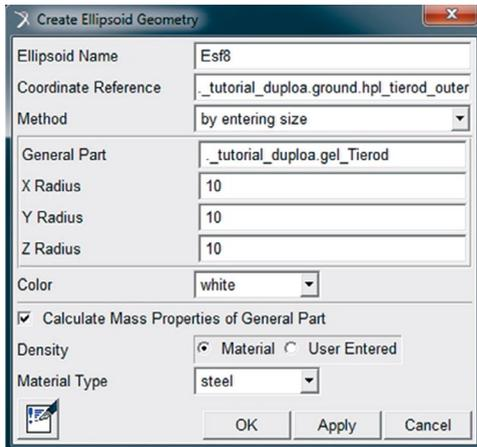

Figura 5.104 – Preenchimento da janela de criação da esfera *Esf8*.
- Repita o procedimento descrito acima para a construção de outra esfera a se situar no *Hardpoint hpl_tierod_outer*. O preenchimento da janela *Create Ellipsoid Geometry* para essa geometria está ilustrado na Figura 5.104.